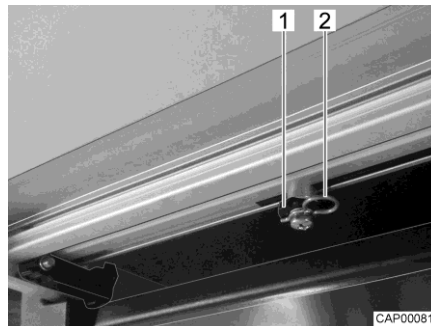

Fig. 107 Varilla de accionamiento (escalón de entrada)
- En el lado inferior del escalón de entrada, retirar ambos clips de seguridad (Fig. 107,2) en las varillas de accionamiento (Fig. 107,1).